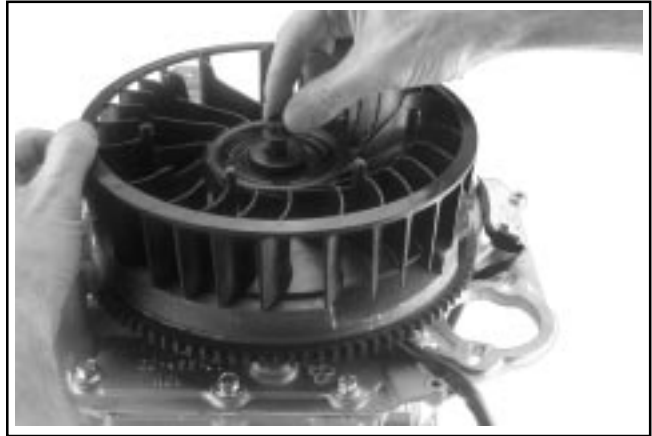

Figure 10-45. Installation du ventilateur et fixations de montage pour le volant.
4. Installer la plaque de montage du ventilateur sur le ventilateur en alignant les quatre découpes, puis la rondelle plate lourde et la vis hexagonale à bride. Voir la Figure 10-45.